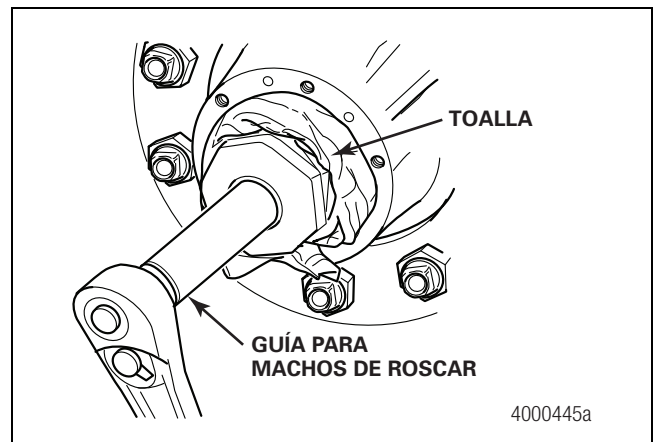

Figura 2.38
12. Instale la guía para machos de roscar en la espiga del eje. Rosque la espiga del eje con un macho de roscar de 1/4 de pulgada NPT. Para introducir el macho de roscado se puede usar una llave de 1/2 pulgada, de 12 puntos y un trinquete de 3/8 de pulgada. Aplique lubricante de roscar. Figura 2.38. Consulte la Sección 7 para determinar el número de pieza de la guía para machos de roscar para espigas sólidas.